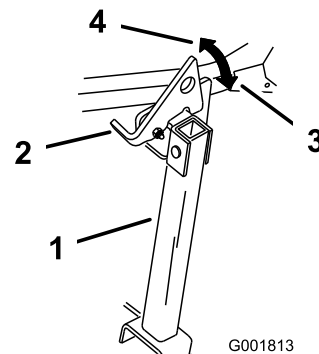

Bild 35
2. Heben Sie den Riegel in die entsicherte Stellung an (Bild 35).